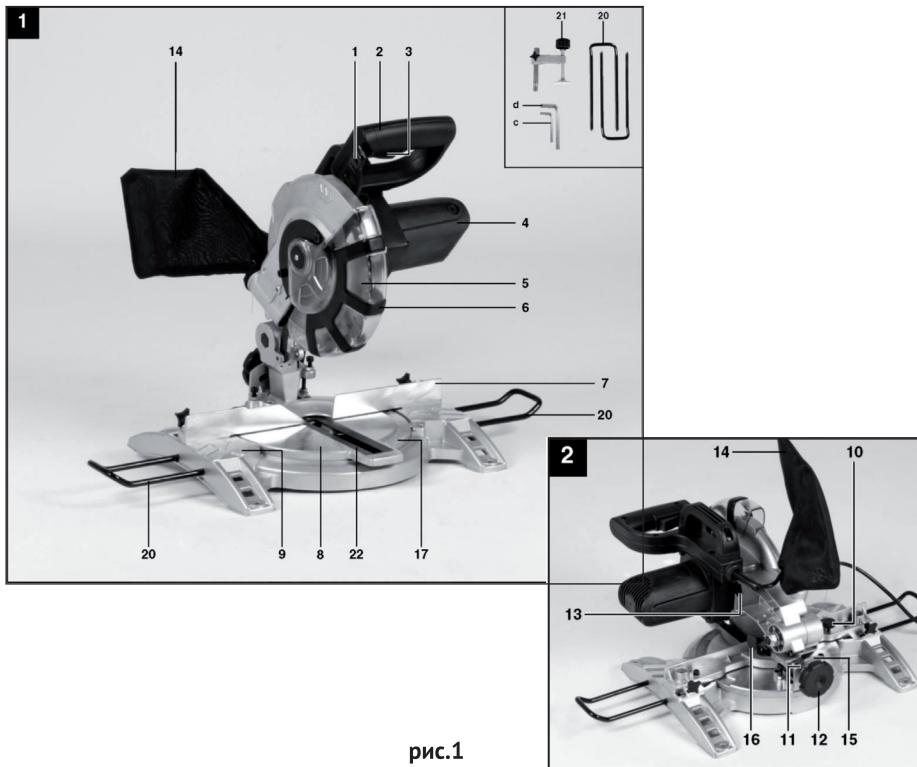

рис.1
- Основным несущим узлом режущего блока пилы является металлический редуктор, выполненный заодно с верхним защитным кожухом диска. К редуктору крепится пластиковый корпус двигателя (рис.1 поз.4), с закреплённой на нём рукояткой (рис.1 поз.2). Вертикальное перемещение режущего блока для реза обеспечивает суппорт головки режущей. Возвратная пружина на оси суппорта, возвращает режущий блок в исходное положение.
Заготовка на рабочем столе может быть повёрнута на угол от 0 до 45° за счёт поворотного основания (рис.1 поз.8). На основной рукоятке пилы расположены: рычаг блокировки защитного кожуха (рис.1 поз.1) и клавиша выключателя (рис.1 поз.3). Конструкция пилы позволяет осуществлять пропилы, кроме вертикальных (0 - 90°): косые пропилы материала под заданным углом от 0 до 45° относительно задней кромки заготовки в обе стороны (смещением поворотного основания) и наклонные пропилы с заданным углом (от 0 до 45°) относительно вертикальной оси влево.
Крутящий момент с якоря электродвигателя шестернёй передаётся на шпиндель, соосный с двигателем. На шпиндель, между опорным и прижимным фланцами крепится пильный диск (рис.1 поз.5). Диск являются основным рабочим инструментом для резки выбранных материалов.
Металлическая станина (рис.1 поз.9) пилы устанавливается на ровную горизонтальную поверхность. Для крепления пилы на верстаке (рабочем столе) в ножках станины имеются 4-е крепёжных отверстия. При пилениях длинных заготовок в станину крепятся 2-е дополнительные опоры (рис.1 поз.20). Распиливаемая заготовка плотно прижимается к параллельному упору (рис.1 поз.7) и крепится к рабочему столу струбциной (рис.1 поз.21).
Для отвода стружки в комплект поставки входит пылесборник, который крепится к патрубку неподвижного кожуха (рис.1 поз.14). К патрубку можно подключить промышленный пылесос.
- проверьте работоспособность выключателя электродвигателя инструмента. Не подключая пилу к электросети, нажмите и отпустите клавишу выключателя (рис.1 поз.3) – она, без задержки, должна возвратиться в исходное положение;
- проверьте состояние и надёжность крепления подвижного защитного кожуха (рис.1 поз.6), чёткость его срабатывания. Запрещается работать пилой, подвижный защитный кожух которой неисправен или повреждён;
Пила поставляется собранной за исключением: дополнительных упоров (рис.1 поз.20), пылесборника.
Установить пилу на ровной твёрдой поверхности верстака (рабочего стола). В целях уменьшения вибрации пилы рекомендуется закрепить станину (рис.1 поз.9) к верстаку, используя крепёжные отверстия в ножках.
Разблокировать пилу из транспортировочного (нижнего) положения, вынув фиксатор вертикального перемещения режущего блока (рис.1 поз.16). При этом режущий блок возвратной пружиной повернётся в верхнее (рабочее) положение.
При пилениях длинных заготовок, установить в станину опоры дополнительные (рис.1 поз.20) и зафиксировать их винтами (рис.3 поз.20).
На патрубок пылеотвода установить пылесборник (рис.1 поз.14) (входит в комплект поставки) или подключить промышленный пылесос.
- разблокировать подвижный защитный кожух (рис.1 поз.6) рычагом (рис.1 поз.1);
- включение пилы осуществляется нажатием на клавишу выключателя (рис.1 поз.3);
- снять со шпинделя прижимной фланец (рис.6 поз.31), пильный диск (рис.1 поз.5) и опорный фланец;
Для регулировки поворотного стола (рис.1 поз.8) ослабьте фиксатор поворота угла рабочего стола (рис.1 поз.10) примерно на 2 оборота, при этом поворотный стол начнёт вращаться.
Поворотный стол имеет точки фиксации на углах  $0^\circ$ ,  $5^\circ$ ,  $10^\circ$ ,  $15^\circ$ ,  $22,5^\circ$ ,  $30^\circ$ ,  $35^\circ$ ,  $40^\circ$ ,  $45^\circ$ . После установки поворотного стола в надлежащем положении, его необходимо дополнительно зафиксировать фиксатором поворота угла рабочего стола (рис.1 поз.10).
Режущий блок пилы можно повернуть влево или вправо на  $45^\circ$ , ослабив рукоятку-фиксатор (рис.1 поз.12).
Опустить режущую головку пилы и зафиксировать с помощью фиксатора вертикального перемещения режущего блока (рис.1 поз.16).
Зафиксировать поворотное основание (рис.1 поз.8) в положении  $0^\circ$ .
Проверить расположение указателя угла (рис.2 поз.11). При необходимости ослабить указатель с помощью крестообразной отвёртки, установить  $0^{\circ}$  положение на шкале угла (рис.1 поз.15) и снова затянуть фиксирующий винт.
Ослабить рукоятку-фиксатор (рис.1 поз.12) и наклоните режущий блок пилы влево на  $45^{\circ}$ , используя рукоятку (рис.1 поз.2).
### 3.8 Поперечный пропил $90^{\circ}$ и поворот стола на $0^{\circ}$ (рис.1)
Нажать на клавишу выключателя (рис.1 поз.3) для включения пилы.
После включения пилы дождитесь, пока пильный диск (рис.1 поз.5) наберет максимальную скорость.